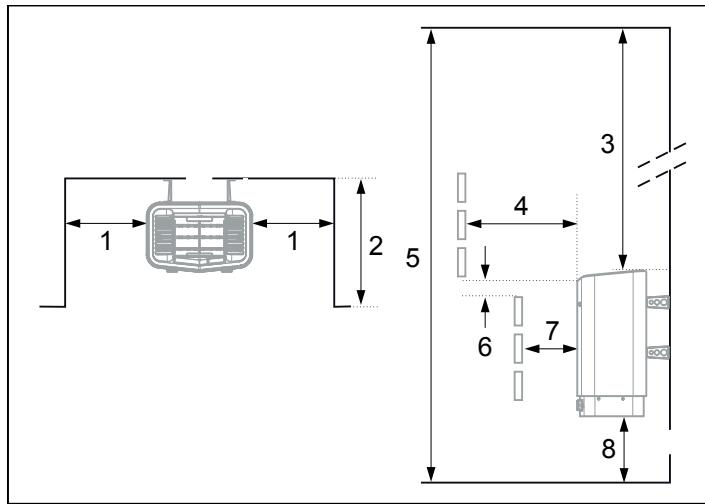

Afbeelding 2: Plaatsing van de saunakachel - normale montage
- op veilige afstand van de vloer, zijwanden en inrichting (zie Afbeelding 2).